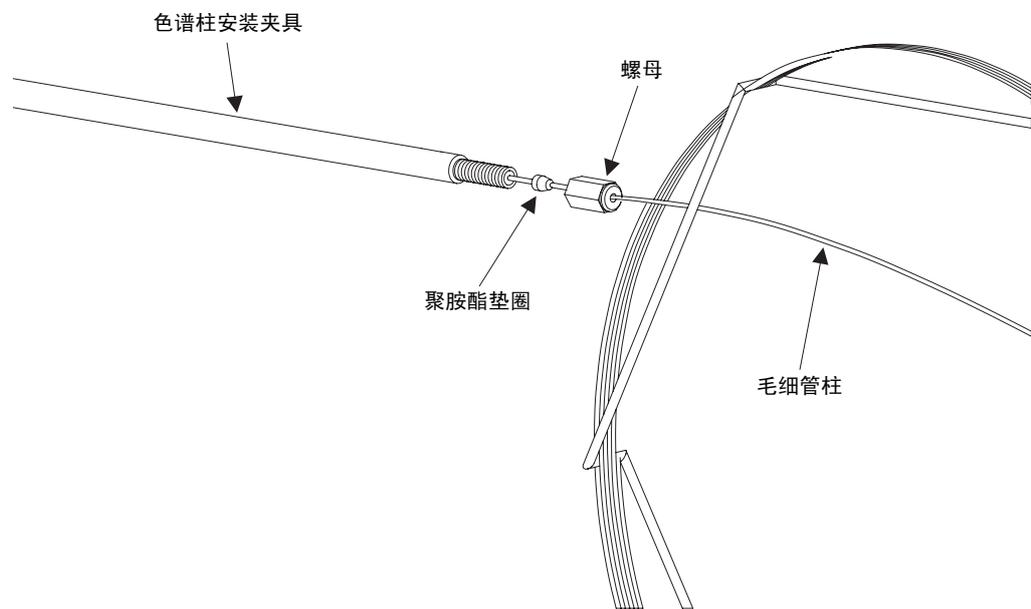

图 2.25 使用色谱柱安装夹具
- (1) 将毛细管柱推过聚胺酯垫圈和螺母。请参阅图 2.25 “使用色谱柱安装夹具”。